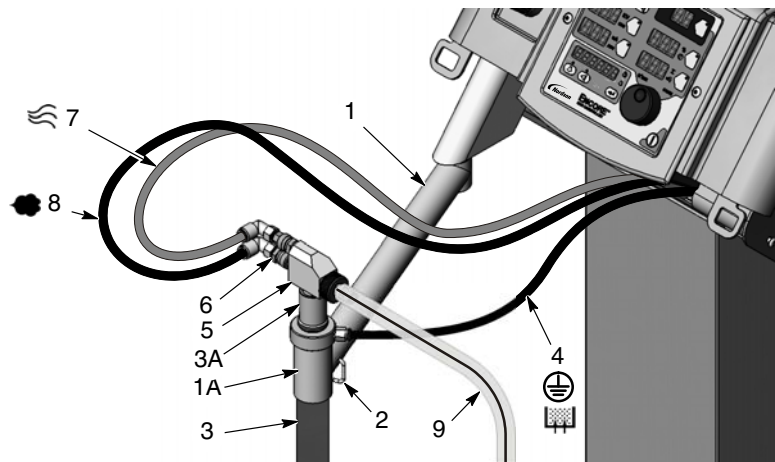

Figure 3-6 Système à VBF – Installation du tube de prélèvement et de la pompe
1. Voir la figure 3-6. Déballez le tube de prélèvement (3).
2. Pivotez le bras du tube de prélèvement (1) vers l'extérieur au-dessus du plateau vibrant, écartez l'attache du tube de prélèvement (2), puis faites glisser le tube de prélèvement à travers le porte-tube (1A).
3. Montez la pompe (5) dans l'adaptateur de pompe (3A) avec un léger mouvement de torsion.
- tuyau à air d'atomisation bleu de 8 mm (7) dans le raccord tubulaire du dessus sur la pompe,
- tuyau à air de débit noir de 8 mm (8) dans le raccord tubulaire du bas sur la pompe
- tuyau à air de fluidisation noir de 6 mm (4) dans le raccord tubulaire sur le tube de prélèvement.